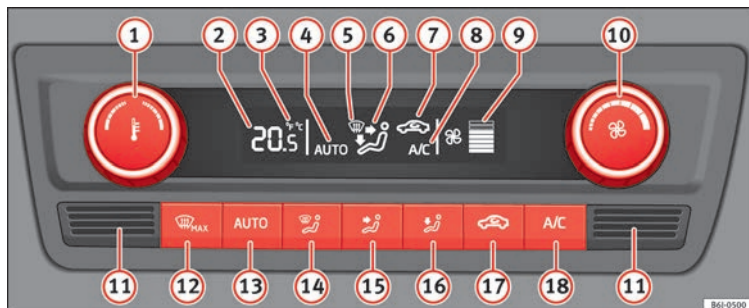

Fig. 155 Climatronic: elementos de manejo.
- **A/C** (18) » fig. 155 encendido.
Cuando pulse una tecla se activará la función correspondiente, poniendo en marcha el climatizador si estuviera desconectado, excepto con la tecla (17) » fig. 155 (recirculación).
- Gire el mando (10) hacia la izquierda hasta que se apaguen los segmentos de la columna (9) » fig. 155.
- Pulse la tecla **AUTO** **13** » » fig. 155.
Mantenga pulsadas simultáneamente durante **2 segundos** las teclas **AUTO** y **A/C** » » fig. 155. En la pantalla aparecen los datos en unidades deseadas.
- En la parte inferior se encuentra el sensor de la temperatura interior **13** » » fig. 155. No lo cubra con adhesivos ni de otra forma, ya que podría influir negativamente sobre el funcionamiento del Climatronic.
- Pulse la tecla **AUTO** **13** » » fig. 155, en la pantalla aparece **AUTO**.
- Al conectar el encendido puede utilizar el mando **1** » » fig. 155 para ajustar la temperatura interior deseada.
- Pulse la tecla  **17** » » fig. 155, en la pantalla aparece el símbolo .
- Pulse la tecla  **17** » » fig. 155, en la pantalla desaparece el símbolo .
- Gire el mando  **fig. 155** hacia la izquierda (bajar la velocidad) o hacia la derecha (subir la velocidad).
- Pulse la tecla  **fig. 155**.
- Pulse varias veces la tecla  **fig. 155**, o pulse la tecla .